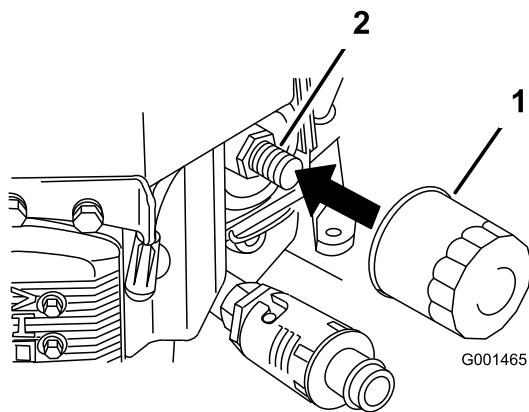

Figure 38
2. Retirez le filtre usagé (Figure 38).
3. Appliquez un mince film d'huile neuve sur le joint en caoutchouc du filtre de rechange (Figure 38).
4. Posez le filtre à huile de rechange sur l'adaptateur, tournez le filtre dans le sens horaire jusqu'à ce que le joint en caoutchouc touche l'adaptateur, puis serrez le filtre de 3/4 de tour supplémentaire (Figure 38).